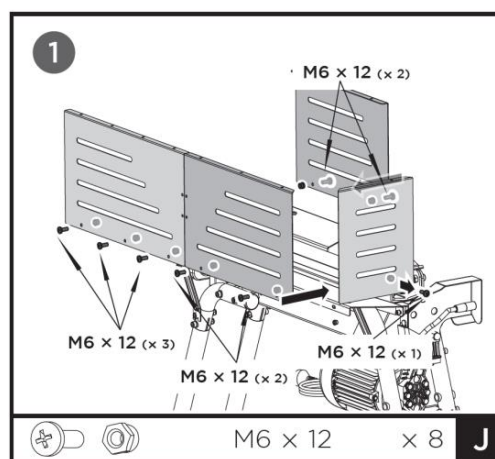

Fig. 10
1. Fixez la plaque de protection avant (q), la plaque de protection gauche (r) et les deux plaques de protection arrière (o et p) au plateau à bûches et à la plaque inférieure à l'aide de boulons et d'écrous M6x12 (J). Voir la figure 10.